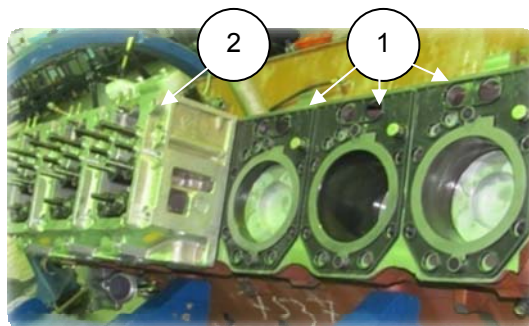

Рис. 6.42
2. Установить 12 прокладок (1) (840.1003213-02) уплотнительных головок цилиндров (рис. 6.42), смазав резиновые уплотнительные кольца на втулках консистентной смазкой (“Литол-24”);
4. Протереть привалочную плоскость головок цилиндров, установить 12 головок цилиндров (2) (840.1003010-20) (рис. 6.42);